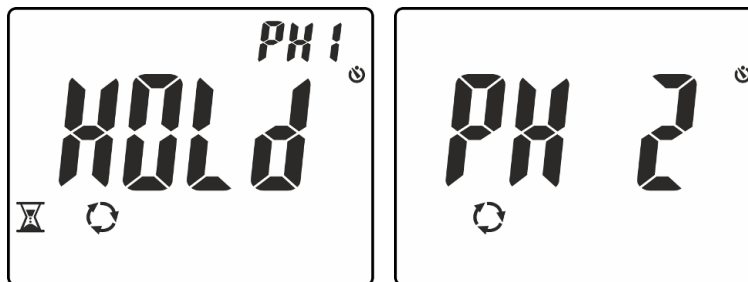

Fig. 12: Riconoscimento fase L1 e attesa per fase L2
4. In condizioni corrette di tensione e frequenza, lo strumento mostra il messaggio **"HOLD"**, i simboli e **"PH1"** ed emette un suono continuo in attesa del riconoscimento di un valore stabile di tensione sulla fase L1 (vedere Fig. 12 – parte sinistra)
5. **Non rimuovere il puntale dalla fase L1** fino alla visualizzazione del messaggio **"PH 2"** lampeggiante a display (vedere Fig. 12 – parte destra)